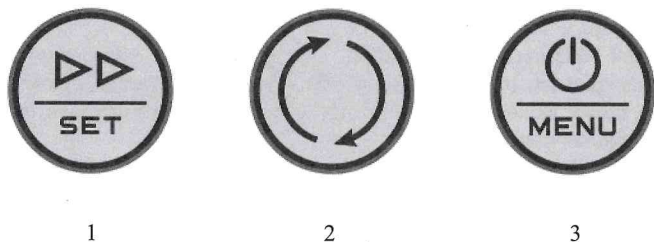

Рис.3 – Кнопки управления.
5.4 Включение прибора и его отключение производится однократным нажатием кнопки ВКЛ/ВЫКЛ (3, Рис.3), причем, во время включения прибора на его экране будет выведен его серийный номер.
Если необходимо, например, включить/выключить даталоггер или передачу данных по Wi-Fi, то это можно сделать перейдя в меню настроек прибора, нажав у включенного прибора на несколько секунд кнопку MENU (3, Рис.3). При этом для адекватной работы прибора, его необходимо предварительно настроить с помощью программы-конфигуратора на ПК.
Длительное (примерно 2 секунды) нажатие на кнопку SET (1, Рис.3) приводит к смене текущего состояния регистратора данных. Для перехода к следующему пункту меню необходимо однократно нажать на кнопку SET.
что может быть удобно при проведении калибровки или поверки прибора. Для перехода в данный режим необходимо включить прибор, выбрать измеряемый параметр, включить Wi-Fi (LoRa) при необходимости, затем нажать кнопку SET (1, Рис. 3) на несколько секунд. После данных действий на экране прибора начнет мигать размерность выбранного измеряемого параметра, что является признаком перехода в быстрый режим. При этом циклический режим работы прекращает свою работу, переключения на экране прибора между измерительными каналами не происходит. Для прекращения работы быстрого режима необходимо на несколько секунд нажать кнопку SET (1, Рис. 3)
7.3 Включите прибор однократным нажатием на кнопку включения прибора (3, Рис.3). После включения прибор перейдет в режим измерения температуры (Рис.4, а).
7.4 Для перехода в режимы измерения влажности (Рис.4, б) или атмосферного давления** (Рис.4, в) нужно нажать на кнопку переключения между параметрами микроклимата (1, Рис.3).